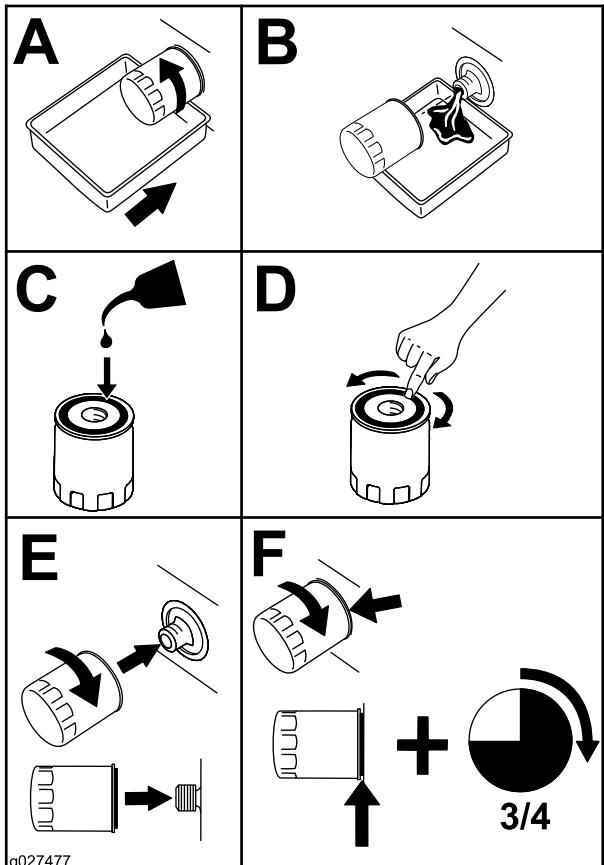

Рисунок 45
- Замініть фільтр моторного масла (Рисунок 45).